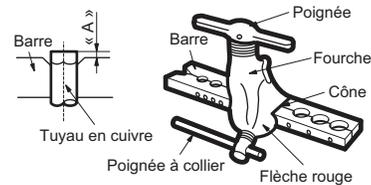

**Fig. 16 — Tronçonner**
- a. Couper le tuyau avec un coupe-tube, à 90 degrés (voir Fig. 16).